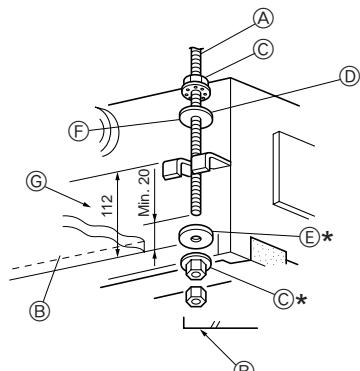

Fig. 2-7
1. Enfiler à l'avance les rondelles d'étanchéité ① ② (fournies) et leurs écrous (à se procurer sur place) dans les boulons de suspension. (Fig. 2-7)
- \* Procéder dans l'ordre suivant (à partir du haut) : écrou, rondelle isolée ②, rondelle sans isolant ①, deux écrous.
- \* Placer la rondelle isolée ② avec la surface isolée tournée vers le bas, comme illustré.
2. Soulever l'appareil pour le mettre en place, en l'alignant correctement sur le boulon de suspension. Passer le support entre les rondelles ① et ②, qui sont déjà en place et l'attacher. Procéder de la même manière pour les quatre emplacements.